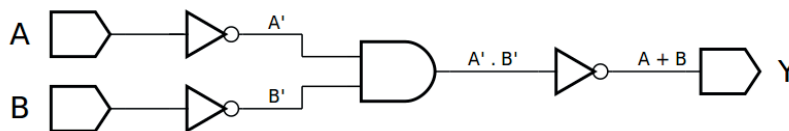
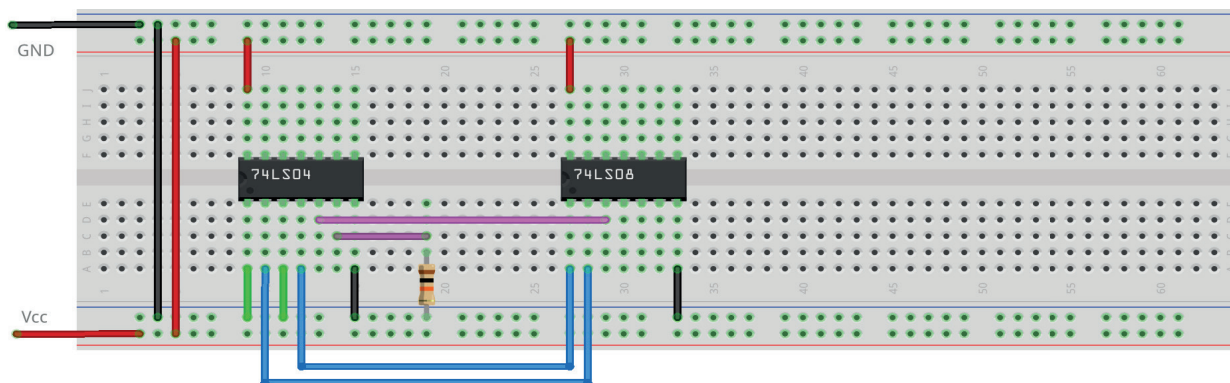
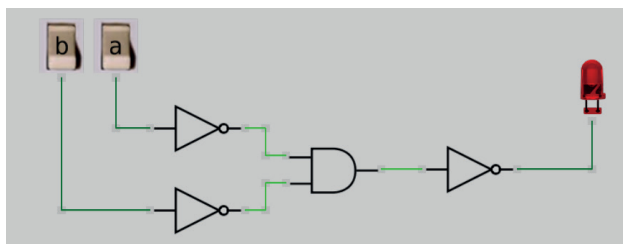
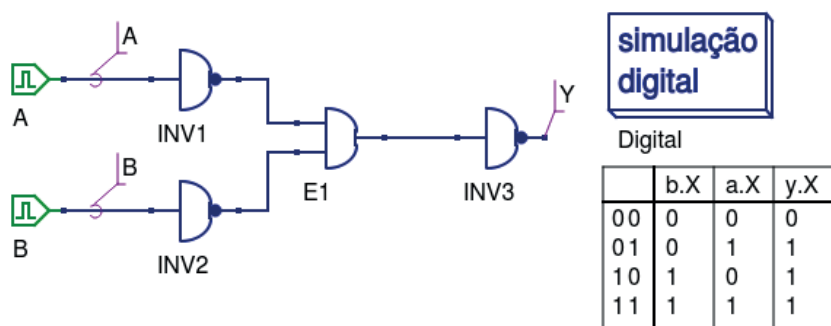

Figura 3.34 – Diagrama esquemático.
Figura 3.35 – Placa de montagem com componentes.
Figura 3.36 – Simulação da porta OU convertida de porta E no Atanua.
Figura 3.37 – Simulação da porta OU convertida de porta E no Qucs.
1. Monte o circuito da figura 3.34, conforme mostrado na figura 3.35, na placa de montagem.
- d) Conecte os fios verdes. Os fios verdes estão conectados ao terra e portanto fornecendo valor lógico (0) às entradas de todas as portas do CI.
6. Simule, no computador, o circuito da figura 3.34 utilizando os programas SmartSim e Atanua (figura 3.36) e Qucs (figura 3.37). Compare os resultados com a tabela 3.13.